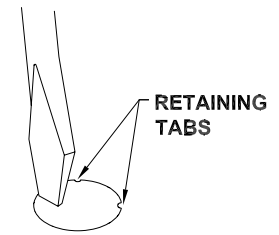

Fig. 3
3. **Remove the 7/8" dia. center knockout** and the 11/16" dia. knockouts near the ends of the housing base by placing a straight blade screwdriver on the edge of knockout and striking it with a hammer. (Wear safety glasses when hammering) Remove slugs by flexing back and forth with pliers. **See Figure 3.**
3. Retirer les débouchures de 7/8 po et 11/16 po situées près des extrémités du corps de l'appareil au moyen d'un tournevis à lame plate placé sur le bord de la débouchure, frappé d'un coup de marteau. (Porter des lunettes de sécurité pour l'utilisation du marteau.) Dégager les débouchures en les pliant de gauche à droite avec les pinces. _____ **Voir la figure 3.**